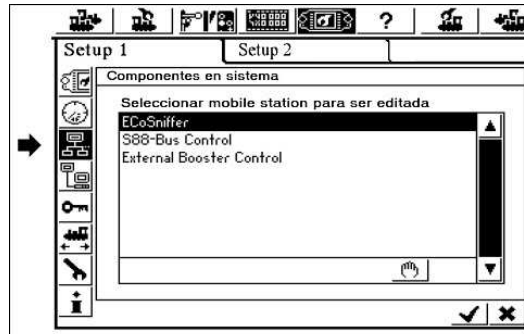

Figura 68
- Seleccione “Controlador s88” en la lista “Equipos en ECoSlink” (vea también la figura 68).